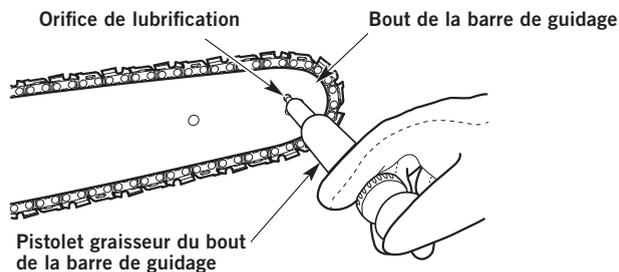

Fig. 40
1. Nettoyez le bout de la barre de guidage avec un chiffon humide (Fig. 40).
2. Utilisez le pistolet de lubrification (non compris) pour insérer de la graisse dans l'orifice de lubrification (Fig. 40). Injectez de la graisse jusqu'à ce qu'elle apparaisse sur le bord extérieur du bout de la barre de guidage.